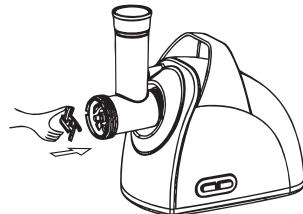

Рис.4
7.1.3 Поместите нож на шnek плоской стороной в направлении, противоположном от шнека, как указано на рис. 4.